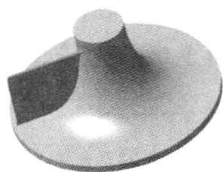

图 1.4 凸台 1
Step3. 添加图 1.4 所示的零件特征——凸台 1。选择下拉菜单 **插入** **→** **基于草图的特征** **→** **凸台** 命令(或单击 **凸台** 按钮),系统弹出“定义凸台”对话框;在